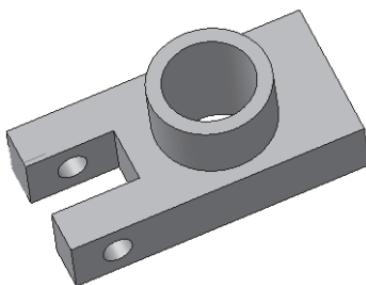

Рис. 308. Деталь. Направляющая
- – вырежьте выдавливанием **Через все** (рис. 308);